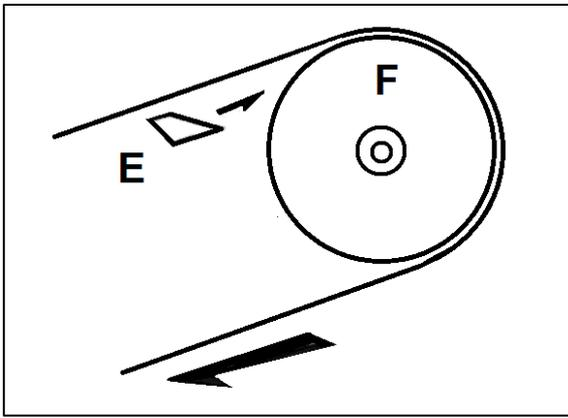

Figure 8-8 : Contrôle d'alignement de la lame
- Utilisez un morceau de papier brouillon (E, Fig 8-8) et glissez-le entre la lame et le volant (F).